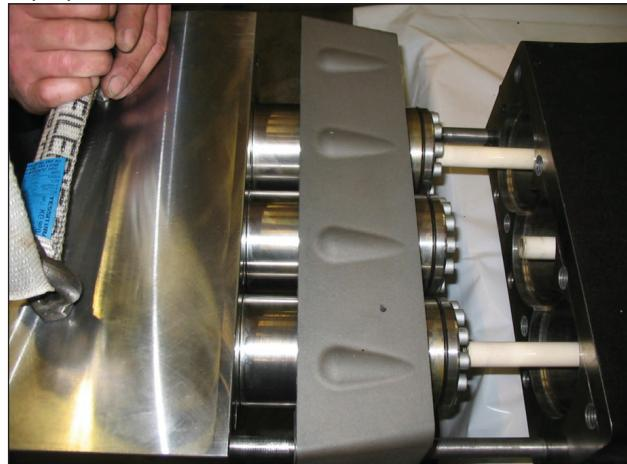

Рис. 99
Отсоедините торец и отделительную панель рубашек от картера насоса (поз. ①, Рис. 99).